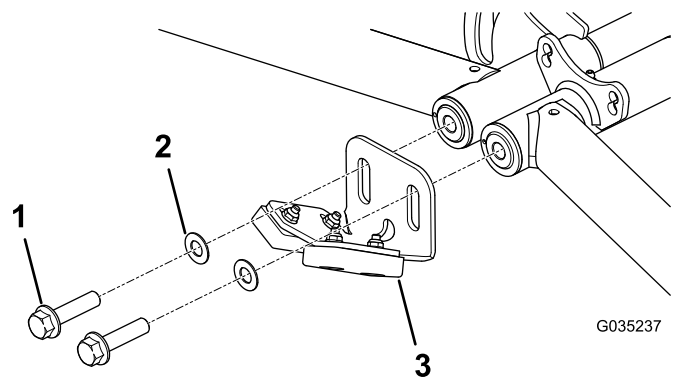

**Figura 19**
2. Rimuovete i bulloni a testa flangiata preesistenti e i paraurti arrotondati (Figura 19).